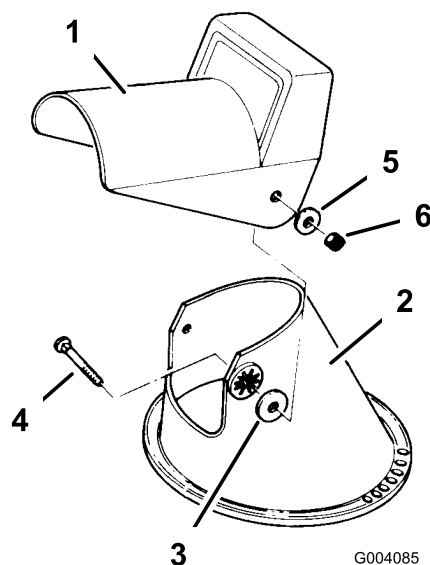

Bild 6
1. Positionieren Sie das Auswurfkanalablenkblech auf den Auswurfkanal und richten Sie die Befestigungslöcher aus (Bild 6).
2. Setzen Sie an jeder Seite eine Gummischeibe zwischen das Auswurfkanalablenkblech und den Auswurfkanal; achten Sie darauf, dass die Löcher weiterhin ausgerichtet sind (Bild 6).
Hinweis: Achten Sie darauf, dass die rechteckigen Kanten der Schlossschrauben mit dem inneren Rechteck am Auswurfkanal ausgerichtet sind. Die Metallscheiben sollten sich außerdem am Auswurfkanalablenkblech befinden, siehe Bild 6. Ziehen Sie die Schrauben nicht zu fest.